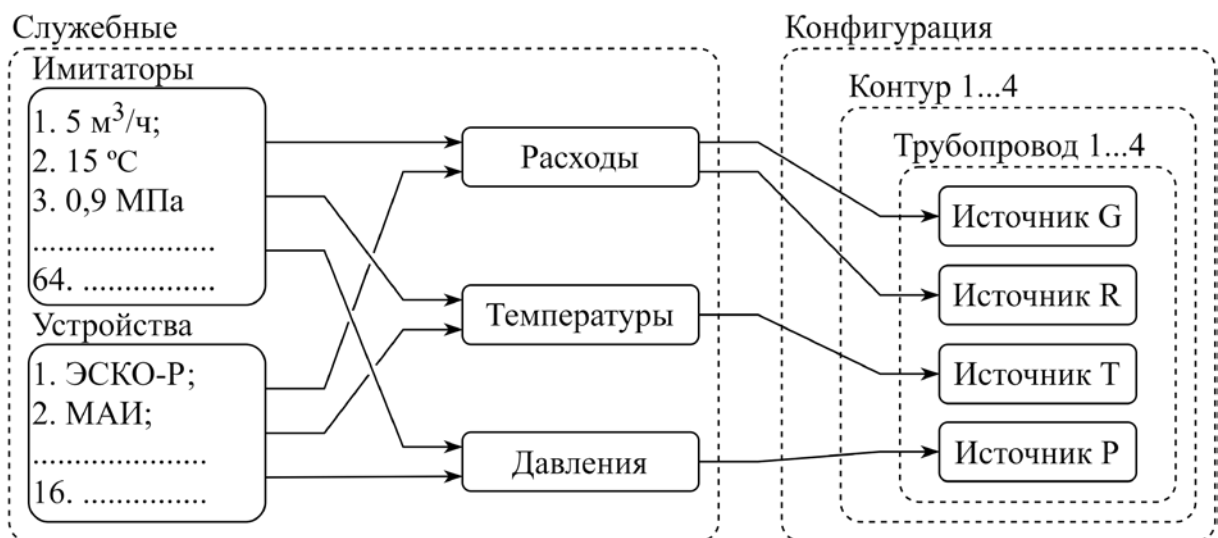

Рис. 9 Схема последовательности конфигурирования тепловычислителя
2.4.3 Настройка измерительных каналов и контуров тепловычислителя последовательно осуществляется согласно приведенной на рис. 9 схеме.